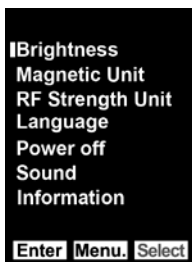

Figura 4 - Pantalla de Opción del Menú Principal
6. Desde la pantalla del menú principal (Figura 4), la tecla MENÚ se puede utilizar para salir del menú principal.